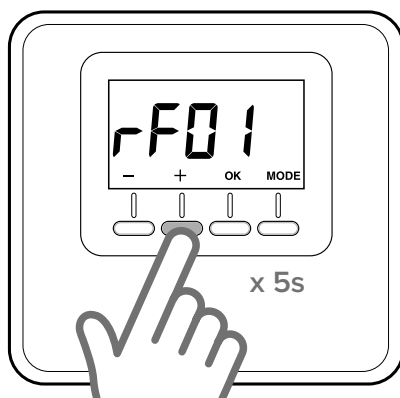

Fig. 7
- Apăsați din nou tasta “+” pentru 5 secunde pentru a accesa parametri tehnici, ecranul afișează parametrul “rF01” (fig. 7)